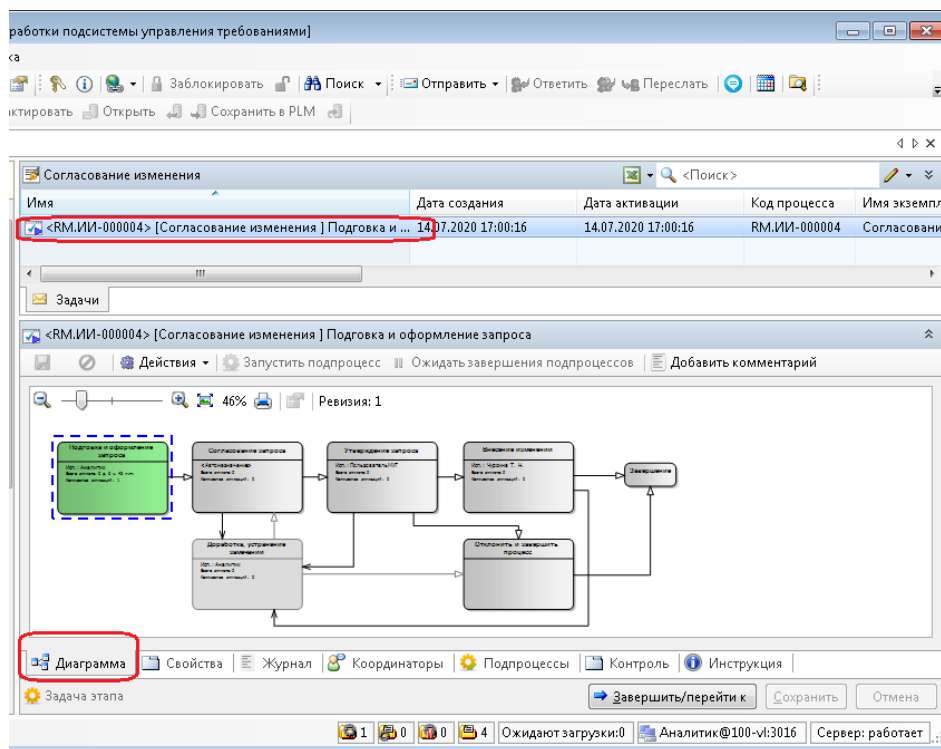

Рисунок 95 — Окно «Свойства», закладка «Диаграмма»
- в окне «Свойства» открыть закладку «Диаграмма» (Рисунок 95).